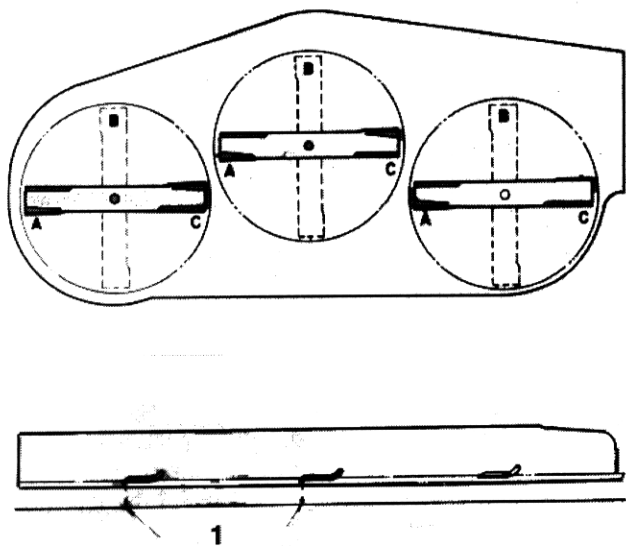
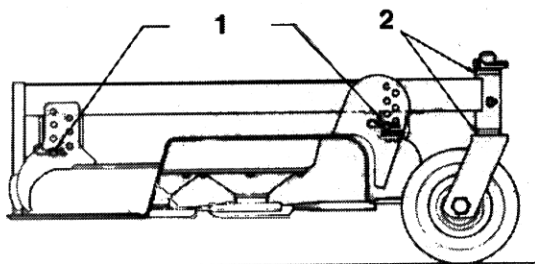

Fig 8
Fig 9
1. Verificare che i perni di altezza del taglio anteriori poggino correttamente sui cuscini dell'intelaiatura (Fig. 9).
2. Alzare l'altezza di taglio alla posizione 89 mm o 102 mm (Fig. 9).
4. Mettere le tre lame in posizione "A" (Fig. 8) e misurare dalla superficie piana alla base della punta di ogni lama (Fig. 8).
5. Prendere nota della misura ottenuta al punto "A". Girare le lame in posizione "B" (Fig. 8) e misurare la distanza di tutte le lame per livellare la superficie. Prendere nota delle dimensioni (Fig. 9).
6. Girare le lame in posizione "C", misurare e prendere nota della distanza misurata (Fig. 8 e 9).
- A. Alzare la parte bassa dell'apparato di taglio se viene normalmente utilizzato ad altezze di taglio tra 25 e 51 mm. Rimuovere l'acciarino che fissa la ruota orientabile sul lato basso (Fig. 9) e togliere il gruppo ruota orientabile.
- C. Se l'apparato di taglio viene utilizzato ad altezze di taglio da 51 a 102 mm, abbassare il lato alto. Togliere l'acciarino dalla ruota orientabile dal lato alto dell'apparato e rimuovere il gruppo ruota (Fig. 9).